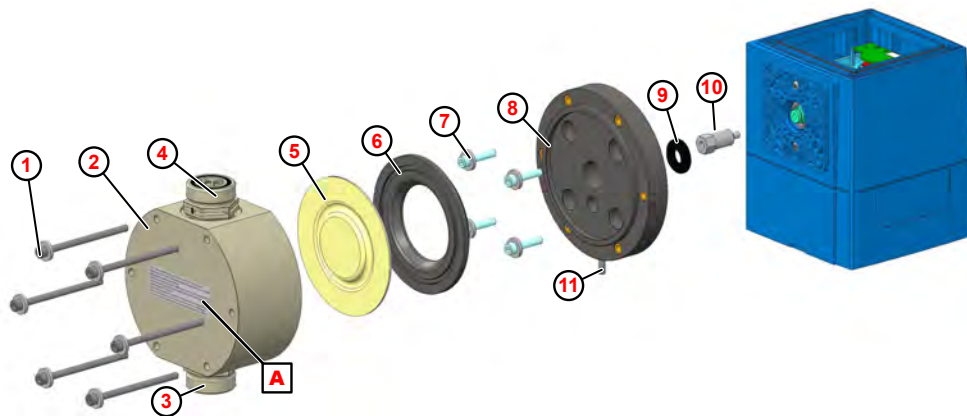

Bild 106: Byte av pumphuvudet, membran och skyddsmembran
1. Skruva av sug- och tryckventil (Bild 106 , ③ och ④).
2. Lös och ta ut pumphuvudskruvarna ① .
3. Ta av pumphuvudet ② .
4. Skruva ut membranet ⑤ .
5. Lyft av mellanplattan ⑥
6. Lös fästskruvarna för adapterplattan ⑦ och ta ut de.
7. Lyft av adapterplattan ⑧ .
8. Dra av skyddsmembranet ⑨ .
10. Lägg i adapterplattan så att membranbrottsutloppet ⑪ pekar nedåt.